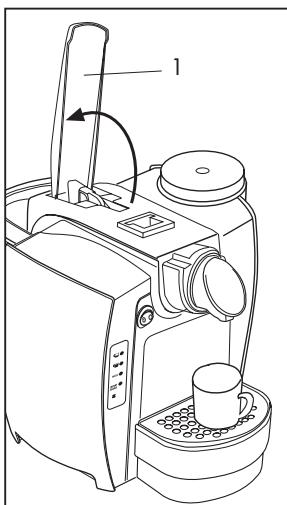
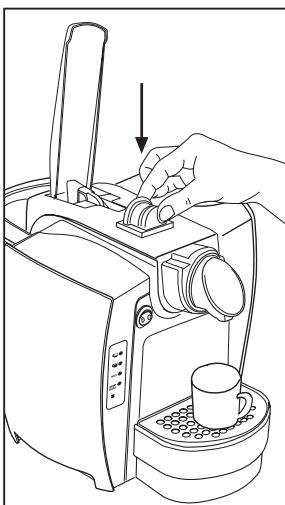

Fig. 9
Fig. 10
- Levante hacia atrás lentamente (hasta el tope) la palanca de mando (1) (**Fig. 9**) e introduzca una cápsula en el espacio específico (**Fig. 10**)